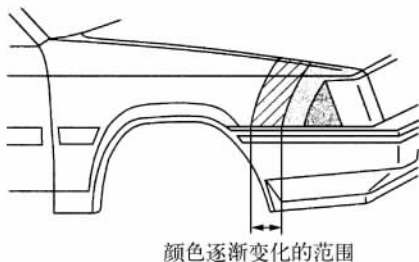

图 3-43 用颜色过渡的方法达到颜色的协调
(3) 单工序素色面漆的局部喷涂 单工序素色面漆在调色时要求的准确程度相对较高,但要达到完全相同几乎也是不可能的,为了在修补之后使修补部位与其周围的未修补部位达到视觉上颜色无差异,在喷涂修补时需要使颜色有一个逐渐过渡的区域,让颜色逐渐变化。喷涂颜色过渡的驳口区域一般要采用“挑枪”的方法,即在喷涂时以肘部为轴,或摆动腕部,使喷枪对喷涂表面的喷涂距离发生圆弧形的变化,对需要修补的区域距离近一些,喷涂比较实,而对驳口区域距离逐渐变远,漆雾逐渐变淡,这样驳口区域将形成一个逐渐过渡的颜色变化区域,最终与周围未修补的区域相融合,如图 3-43、3-44 所示。